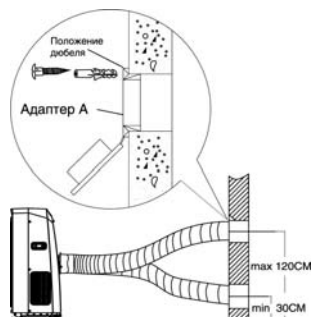

Рис. 8
2. Используя 4 дюбеля и винты, установите адаптер А в отверстие в стене (см. рис. 8).